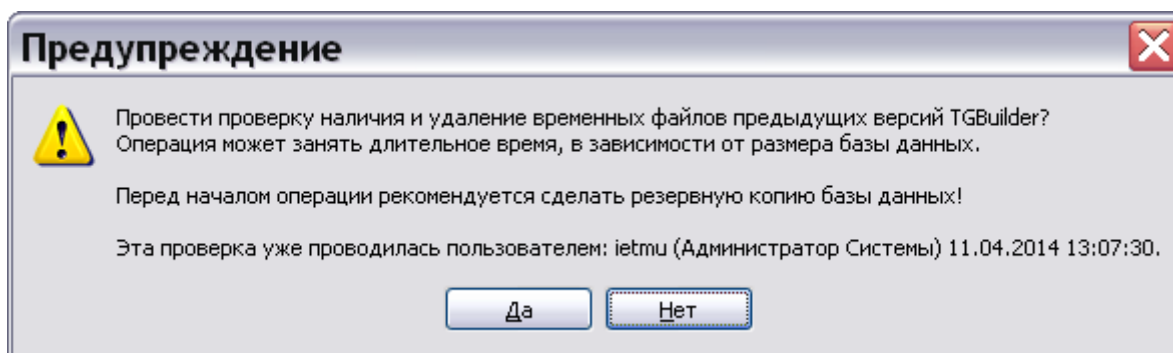

Рис. 4.5
4. Нажмите на кнопку **Выбрать**. После этого появится запрос на подтверждение проведения операции (Рис. 4.5).